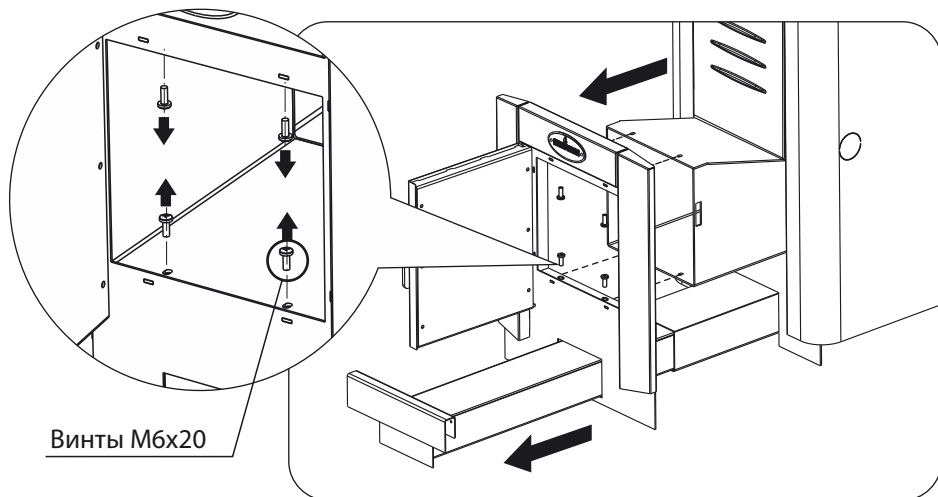

Рисунок 5. Монтаж печи
2. Снять панель выкрутив 4 винта, расположенных в верхней и нижней части топливного канала (рисунок 5).